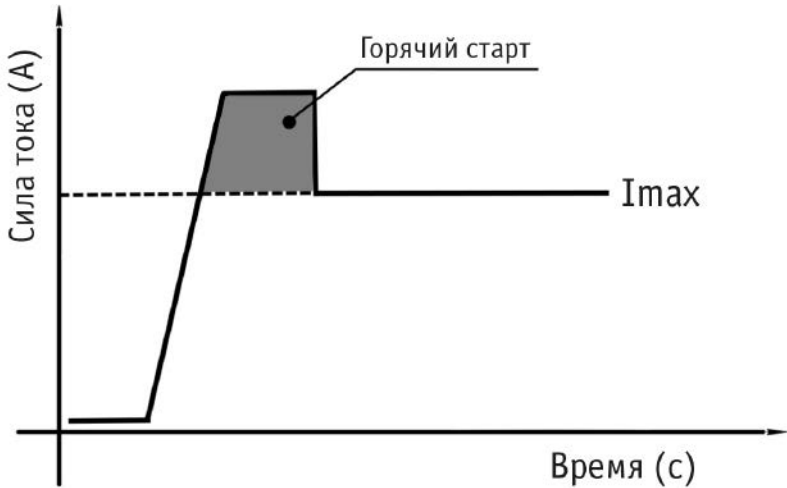

Рис. 6.2.1. Hot Start.
**Hot Start:** для обеспечения лучшего поджига дуги в начале сварки инвертор автоматически повышает сварочный ток. Это позволяет значительно облегчить начало сварочного процесса (см. рис. 6.2.1).